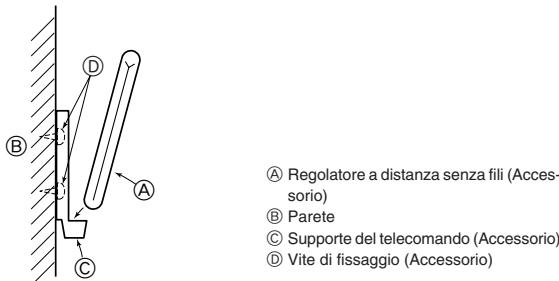

Fig. 9-1
9.1. Regolatore a distanza senza fili (Fig. 9-1)